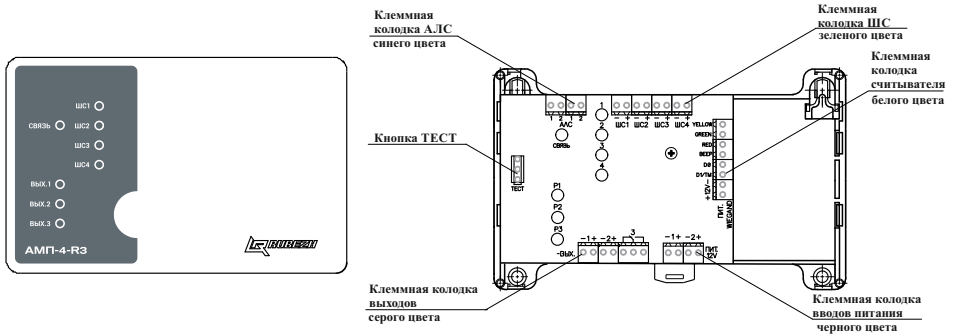

Рисунок 1
- 4.1.3 На плате адресной метки (рисунок 1) имеется кнопка ТЕСТ, которая используется для определения адреса адресной метки в АПС прибора при кратковременном нажатии. При снятии крышки адресной метки кнопка ТЕСТ инициирует формирование сигнала «Вскрытие», передаваемого по АПС в прибор.